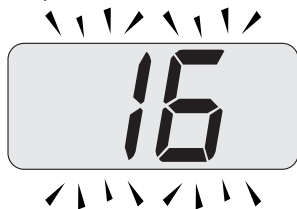

Figura 5.27
- Premere contemporaneamente i tasti 16e 18(Figura 5.25) fino a far apparire sul display LCD il valore del parametro 01 (Figura 5.27).